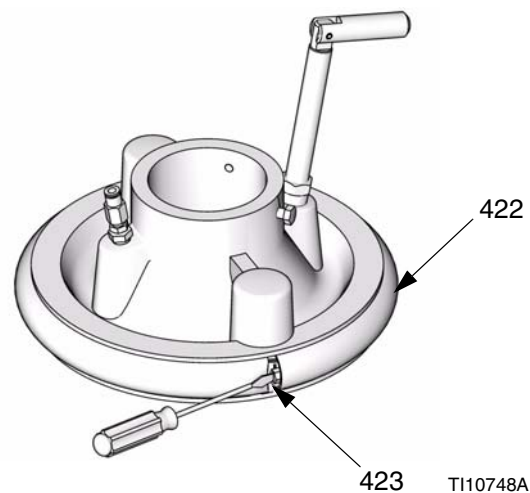

FIG. 15
2. Pour les racleurs en caoutchouc, uniquement sur les modèles 255659, voir FIG. 15 :
- a. Séparer le joint du racleur (422) suffisamment pour pouvoir plier vers l'arrière le cerclage qui recouvre l'attache de la roue à vis sans fin (423). Voir FIG. 15.
- b. Dévisser la roue à vis sans fin (423) et retirer le racleur (422).